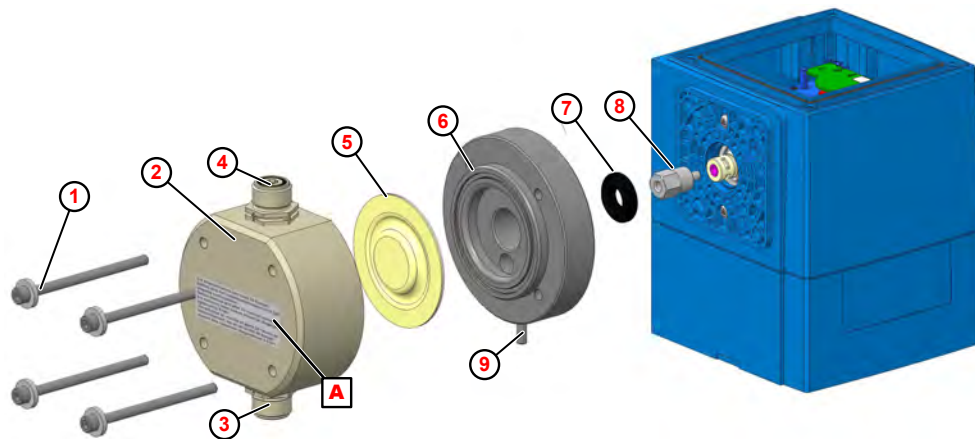

Abb. 24: Austausch von Pumpenkopf, Membrane und Schutzmembrane
1. Saug- und Druckventil (Abb. 24 , ③ und ④) abschrauben.
2. Pumpenkopfschrauben ① lösen und herausnehmen.
3. Pumpenkopf ② abnehmen.
4. Membrane ⑤ herausschrauben.
5. Zwischenplatte ⑥ abnehmen
6. Schutzmembrane ⑦ abziehen.
8. Zwischenplatte so einlegen, dass Membranbruchauslauf ⑨ nach unten zeigt.